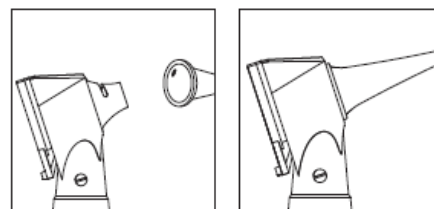

fig.2
4.4. Selecione o espéculo do tamanho desejado e encaixe-o na girando na cabeça (Fig. 2).